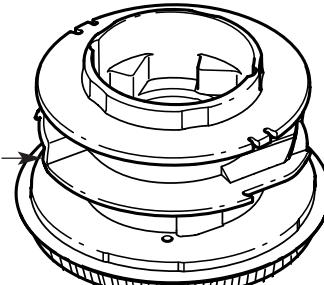

Fig. 21
4. Saque toda la línea que haya en el carrete interior antes de limpiarlo. Saque todos los residuos o pasta de la perilla, resorte, carrete interno y sello de espuma. Lave el carrete interior con agua jabonosa tibia (Fig. 21).